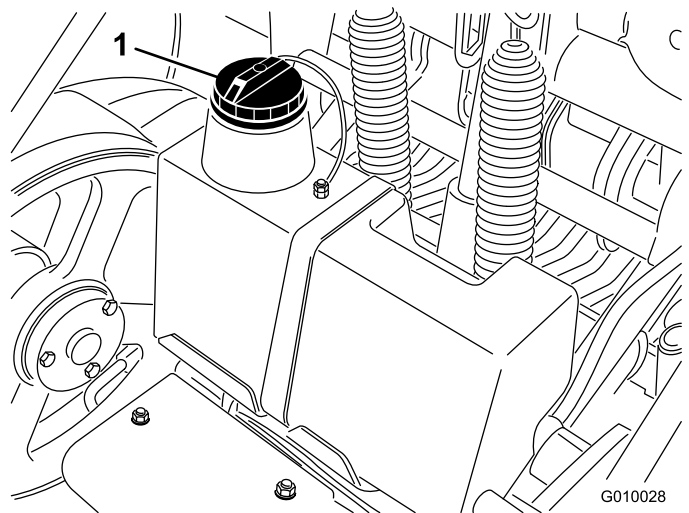

図 19
3. 油圧オイルタンクの注油口周辺をきれいに拭き、キャップ 図 19を外す。給油口からキャップを取る。